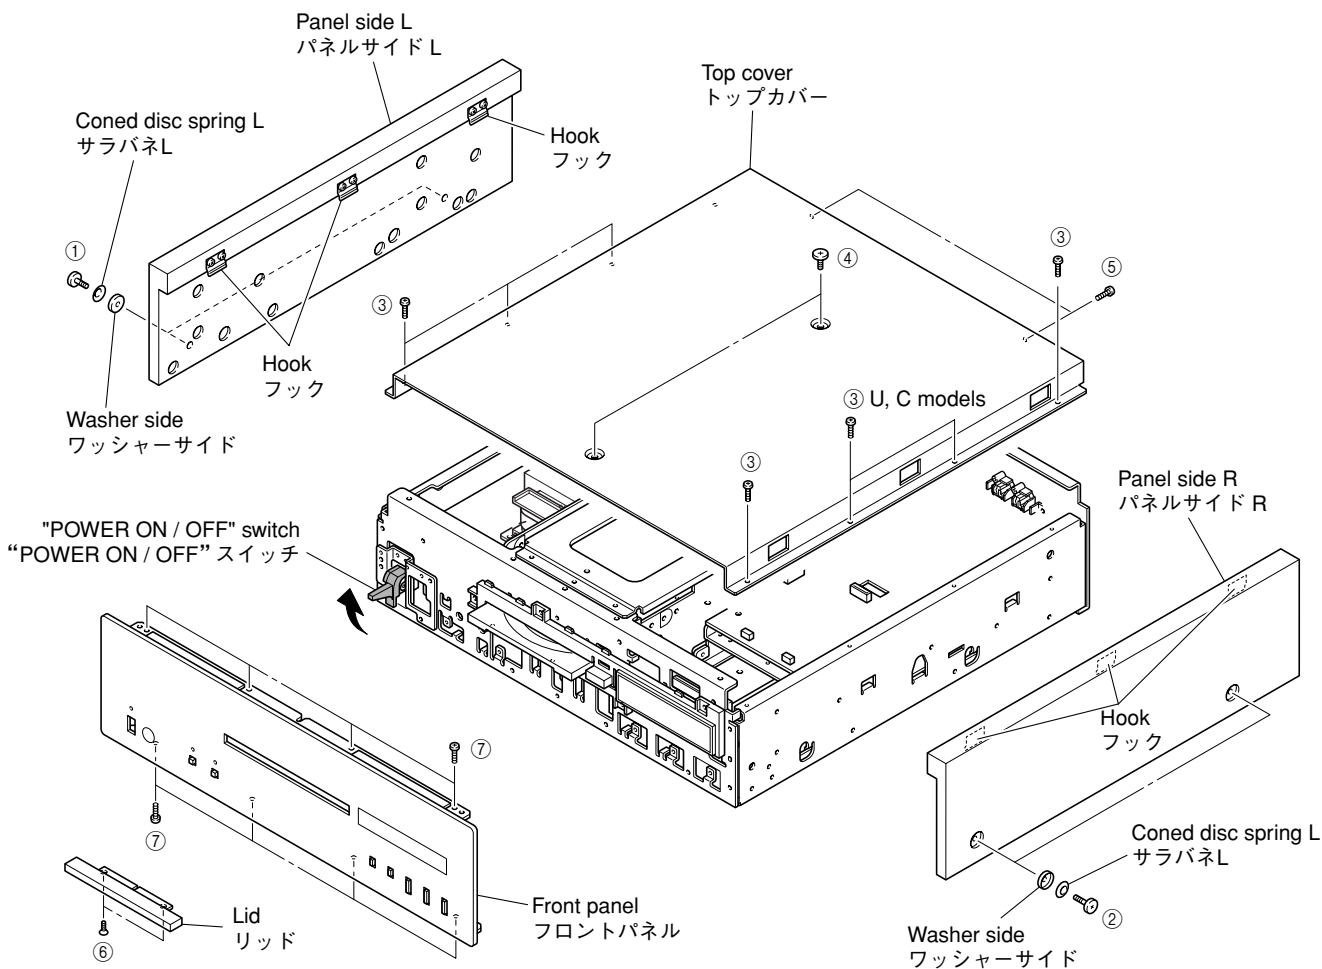

Fig. 1
- a. Remove 2 screws (①), coned disc spring L and washer side. (Fig. 1)
- b. Lift the panel side L a little, release hooks at 3 locations and then remove the panel side L. (Fig. 1)
- c. Remove 2 screws (②) and then remove 2 washers. (Fig. 1)
- d. Lift the panel side R a little, release hooks at 3 locations and remove the panel side R. (Fig. 1)
- a. Remove 7 (U, C models) / 5 (R, T, K, A, B, G, L models) screws (③), 2 screws (④) and 2 screws (⑤). (Fig. 1)
- b. Remove the top cover. (Fig. 1)
- a. ①のネジ2本、サラバネL、ワッシャーサイドを外します。(Fig. 1)
- b. パネルサイドLを少し持ち上げ、3ヶ所のフックを外し、パネルサイドLを取り外します。(Fig. 1)
- c. ②のネジ2本を外し、ワッシャーサイド2個を外します。(Fig. 1)
- d. パネルサイドRを少し持ち上げ、3ヶ所のフックを外し、パネルサイドRを取り外します。(Fig. 1)
- a. ③ネジ5本、④のネジ2本、⑤のネジ2本を外します。(Fig. 1)
- b. トップカバーを取り外します。(Fig. 1)
- Using a phillips screwdriver, remove 2 screws (⑥) and then remove the lid. (Fig. 1)
- Remove 8 screws (⑦). (Fig. 1)
- Remove the front panel forward gradually, using care not to cause any damage to the "POWER ON/OFF" switch. (Fig. 1)
- プラスドライバーで⑥のネジ2本を外し、リッドを取り外します。(Fig. 1)
- ⑦のネジ8本を外します。(Fig. 1)
- "POWER ON/OFF"スイッチに傷がつかないようにフロントパネルを前方へゆっくり取り外します。(Fig. 1)